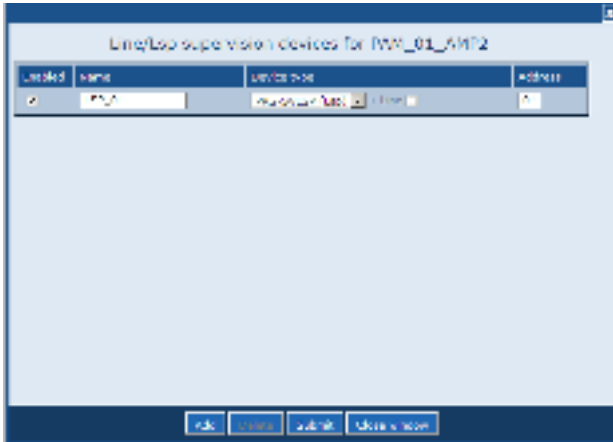

рисунок 44.18: Добавление контролирующего устройства, шаг 4
- Нажмите кнопку *OK* для добавления контролирующего устройства к аудиовыходу усилителя мощности. Отобразится экран, подобный экрану, изображенному на рисунок 44.18.